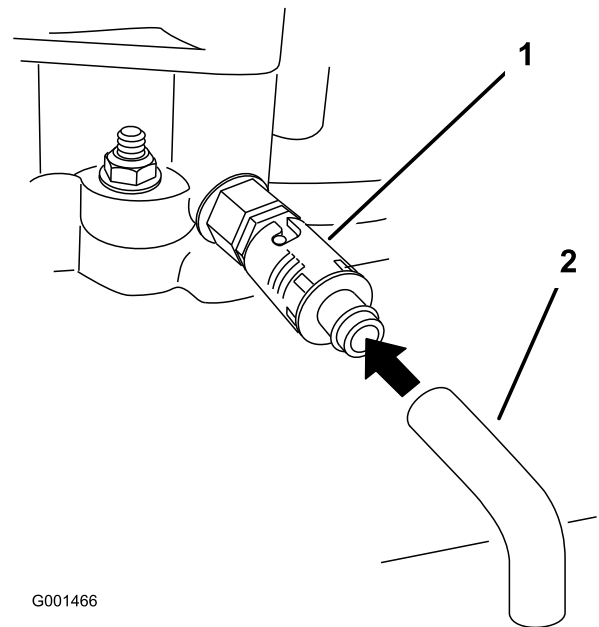

Bild 27
5. Stellen Sie eine Auffangwanne unter den Ablassschlauch. Drehen Sie das Ölablassventil, damit das Öl herauslaufen kann (Bild 27).
7. Entfernen Sie den Ablassschlauch (Bild 27).